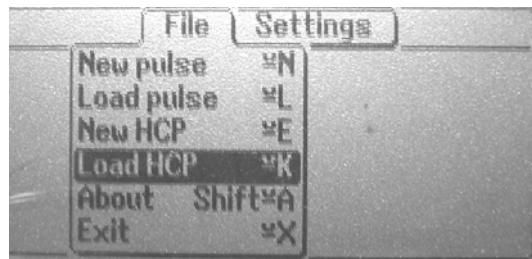

Fig. 23. File menu display
- a. Press the *Menu* key. Fig. 23.